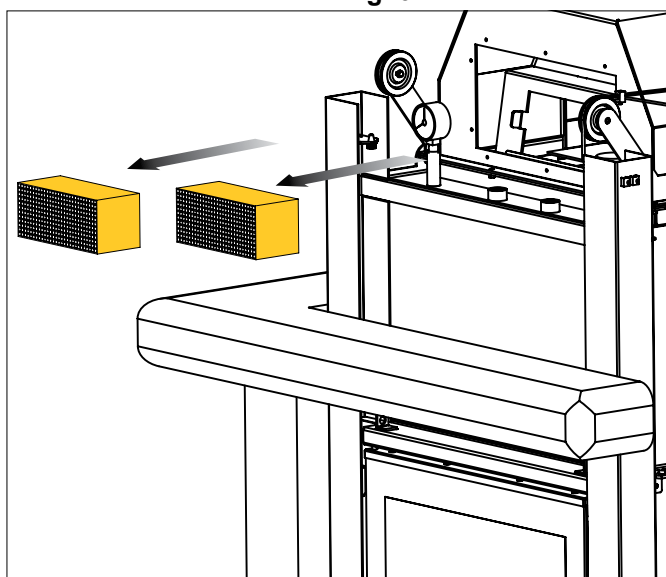

fig. 6.3
- Extraire les deux éléments catalyseurs et les nettoyer en utilisant un aspirateur et un pinceau sec (fig. 6.3)